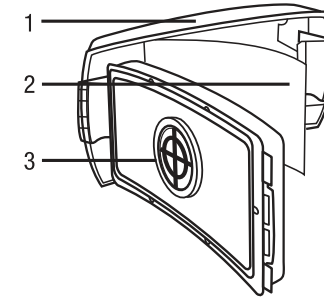

Fig. 6
- Coloque o filtro HE e o pré-filtro ou o anti-fagulha (se algum deles estiver sendo usado) na proteção do filtro conforme mostra a Fig. 6. Certifique-se de que a etiqueta do filtro HE pode ser vista no visor da proteção do filtro. **OBS.:** O TR-3600 não pode ser usado em combinação com o TR-362. Veja o selo de aprovação da NIOSH para o TR-300 para confirmar se o produto pode ser usado com a configuração específica do seu sistema.